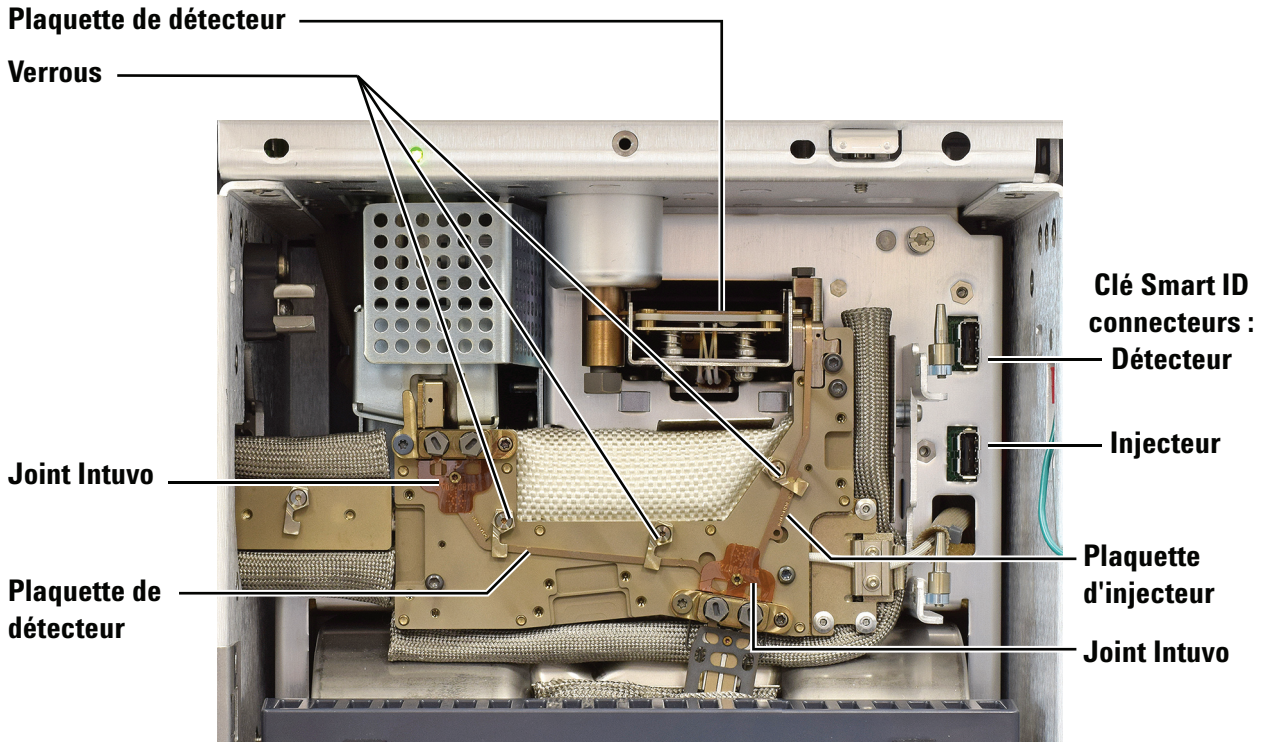

Figure 5 Composants du bus Intuvo
Figure 5 montre les composants de bus principaux Intuvo.
L'injecteur et les plaquettes de débit du détecteur (voir Figure 5) doivent être installés en premier, avant d'installer une colonne ou une sortie de détecteur.
- 5 Utilisez le tournevis dynamométrique pour ouvrir les clips qui sécurisent la plaquette d'injection sur le bus. Reportez-vous à Figure 5